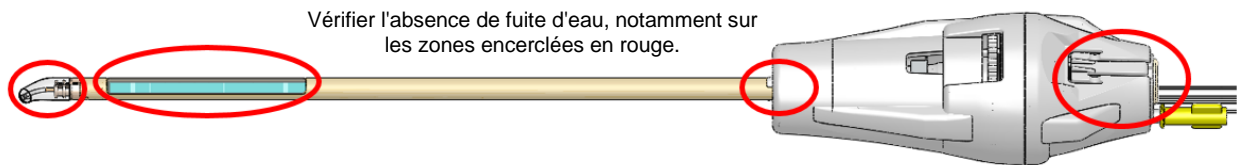

Figure 34 : Zones à inspecter pour repérer les fuites d'eau dans l'UA
7. **Urologue** : inspecter attentivement le long de la tige de l'UA pour repérer toute éventuelle fuite d'eau. Les zones d'intérêt sont précisées sur la *Figure 34*. Si de l'eau est découverte, l'UA est défectueux et ne doit pas être utilisé.